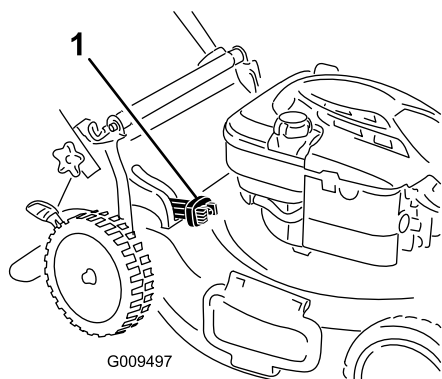

Figure 17
- **Pour ramasser les déchets d'herbe et de feuilles**, appuyez sur le bouton du levier de ramassage sur demande et déplacez le levier complètement en avant jusqu'à ce que le bouton ressorte (Figure 17).